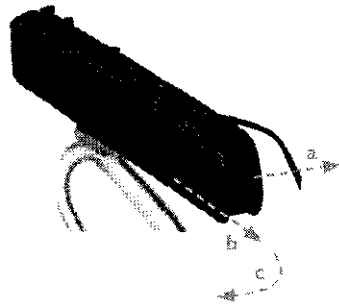

Fig. 17 Apertura de porta baterías del TEMPO+
- 2) Para abrir el porta baterías del TEMPO+, presione la palanca situada atrás del aparato, como se indica en la Fig. 17 y sujételo en esta posición (a). Empuje la tapa del porta baterías hacia atrás 3 mm (b) sáquela presionando hacia delante (c).